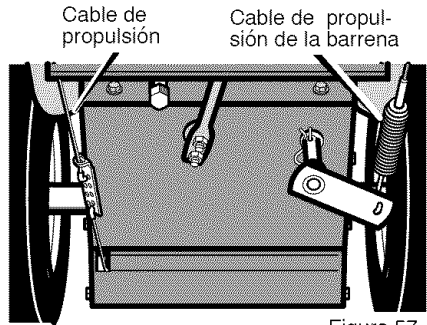

Figura 57
**NOTA:** Si los cables se han desconectado, conéctelos como se muestra en la Figura 57.